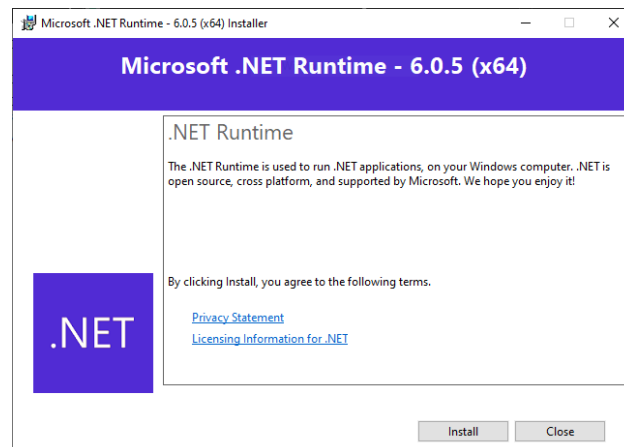
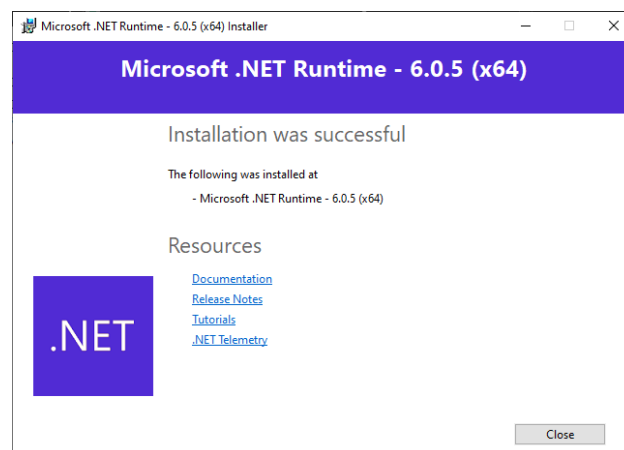

Figure 17: Finestra di installazione del runtime .NET.
Figure 18: Finestra di installazione del runtime .NET andata a buon fine.
6. (Facoltativo) Se è necessario installare il runtime .NET, fare clic su *Install* nella finestra di installazione del runtime .NET (Fig.17). Se l'installazione è andata a buon fine, apparirà la finestra mostrata nella Fig.18.